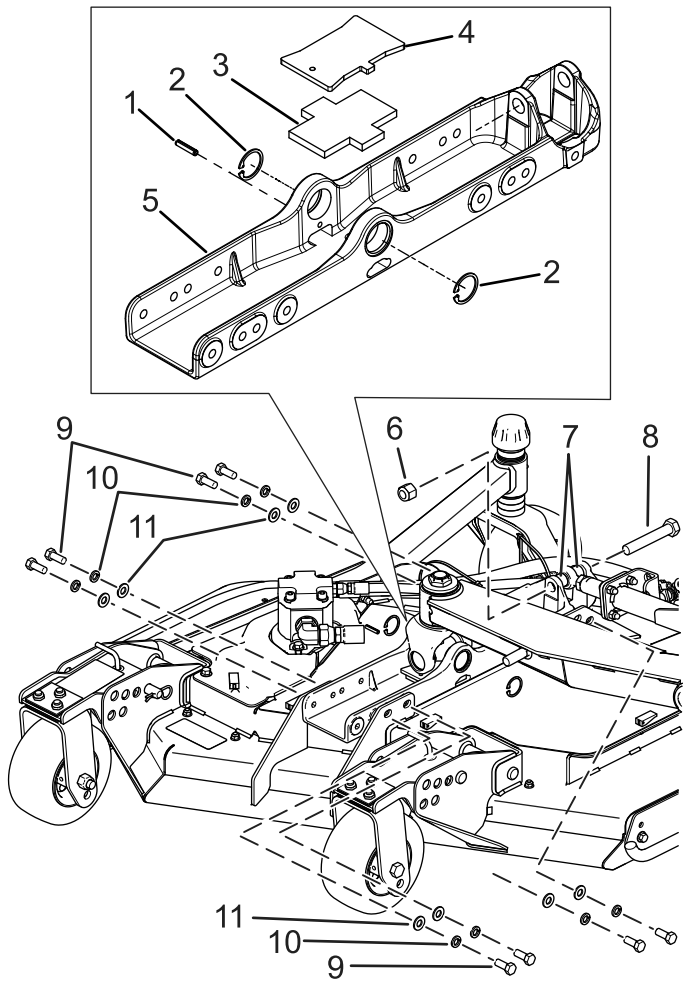
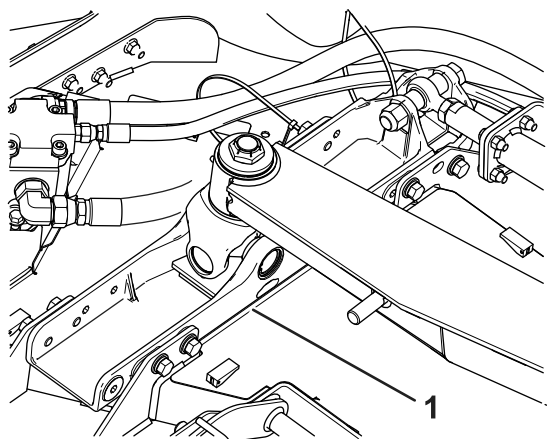

Figura 3
Figura 4
1. Retire las anillas a presión a ambos lados de la articulación, tal y como se muestra en la Figura 3.
3. Retire el perno largo existente (Figura 3).
4. Retire la pletina y el amortiguador de goma (Figura 3). Deseche la pletina.
5. Retire los pernos que sujetan el soporte de la carcasa a la unidad de corte (Figura 3).
6. Retire el perno, la contratuerca y los espaciadores que fijan el cilindro hidráulico al soporte de la carcasa. Deseche los herrajes y el soporte de la carcasa existente (Figura 3).
9. Instale los pernos que fijan el soporte de carcasa a la unidad de corte (Figura 3 y Figura 4); apriete a 102 N·m (75 ft·lb).
10. Instale las tapas de las articulaciones y fíjelas con las anillas a presión que retiró anteriormente (Figura 3).
11. Instale el cilindro hidráulico en el soporte de carcasa con un perno ($\frac{3}{4}$ " x $4\frac{1}{2}$ "), una contratuerca ($\frac{3}{4}$ ") y espaciadores (Figura 3); apriete a 36 N·m (100 ft·lb).